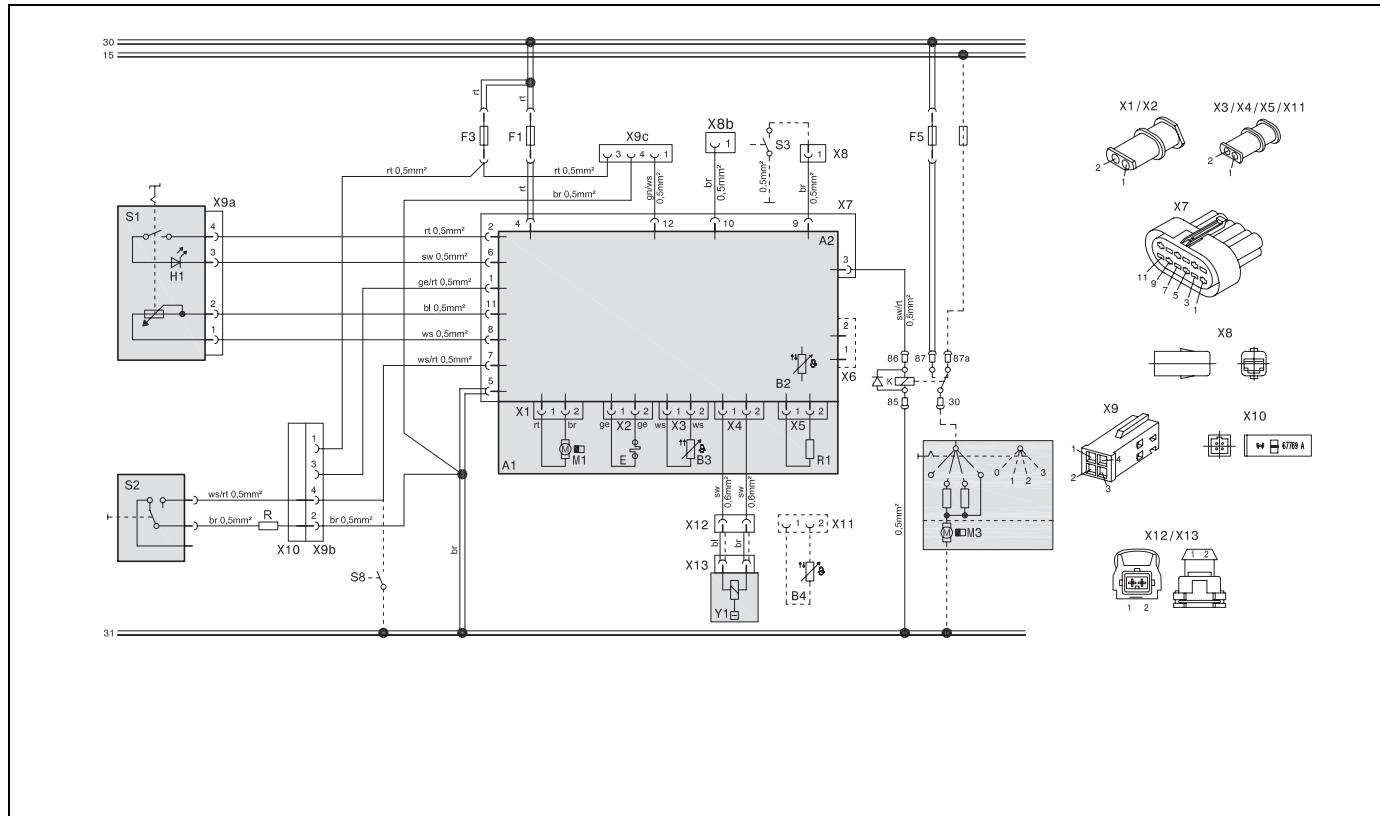
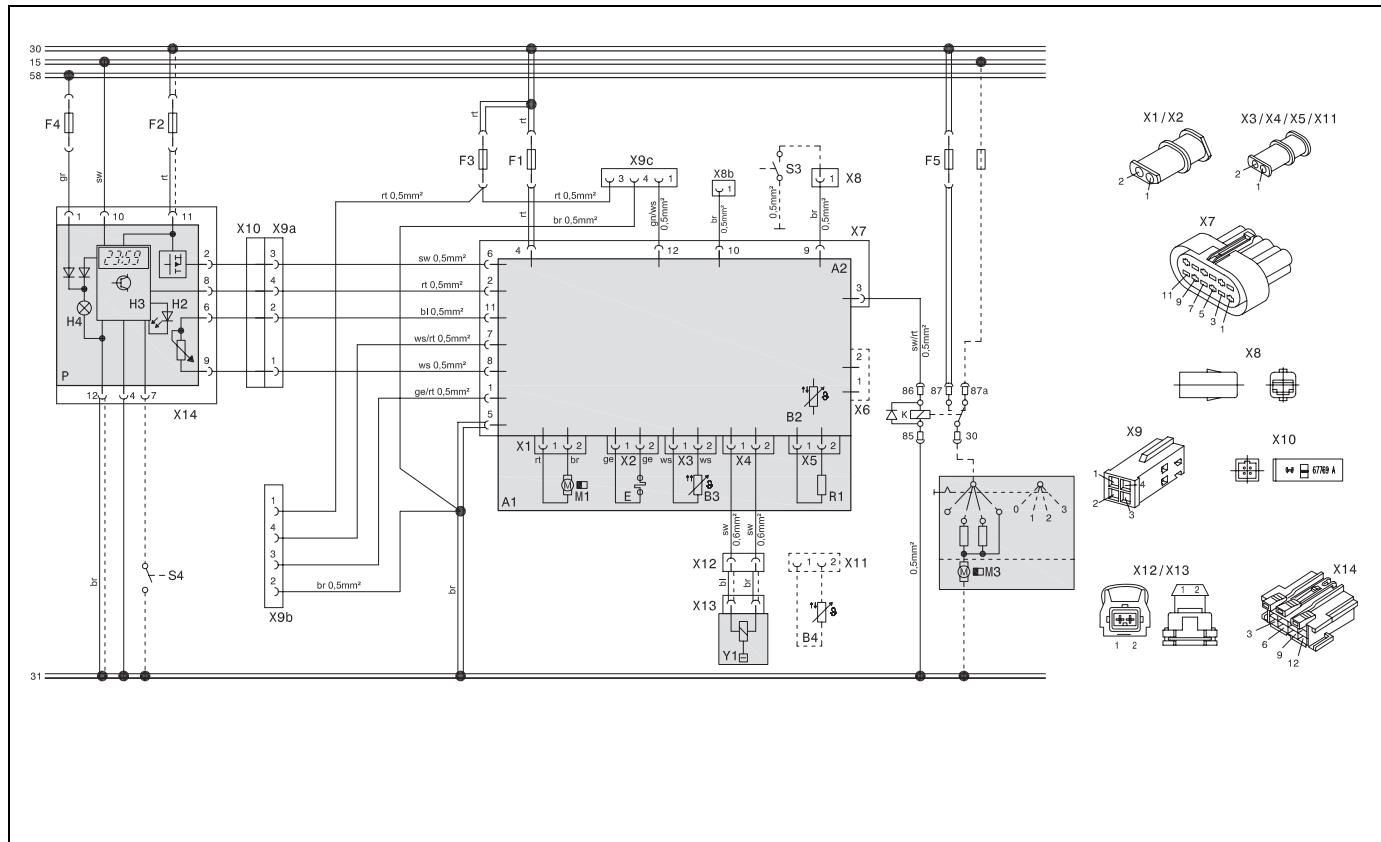

Fig. 34 Koblingsskjema Air Top Evo 3900 og Air Top Evo 5500, 12 V / 24 V med betjeningselement og bryter for ventilasjon, for merking, se side 87 og 88
Fig. 36 Koblingsskjema Air Top Evo 3900 og Air Top Evo 5500, 12 V / 24 V med kombiur og bryter for ventilasjon, for merking, se side 87 og 88
Ved bruk av kombi- eller standardur kan det for enkelhets skyld monteres en fjernbetjent bryter ved soveplassen. Koblingen må gjøres iht. koblings-skjema, fig. 36 og 37.
Den elektriske tilkoblingen må utføres iht. systemkoblingen (fig. 34 til 39).
3. Foreta de elektriske koblingene iht. koblingsskjema (Fig. 34, Fig. 36, Fig. 38)